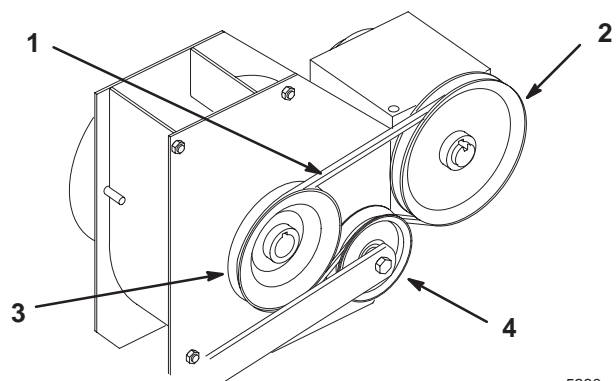

Bild 88
2. Ziehen Sie am unter Federdruck stehenden Spannarm hinter dem linken Antriebsrad, um den Treibriemen des Ventilators zu entspannen (Bild 88). Arretieren Sie den Arm im Chassisschlitz.
4. Legen Sie einen neuen Ventilator-Treibriemen um die Riemenscheiben am Zapfwellengetriebe und am Ventilator. Lösen Sie dann den unter Federdruck stehenden Spannarm und positionieren den Riemen über der Spannscheibe (Bild 88).
5. Prüfen Sie, ob der Riemen mit den Riemenscheiben am Zapfwellengetriebe, Gebläse und der Spannscheibe flüchtig ist (Bild 88).